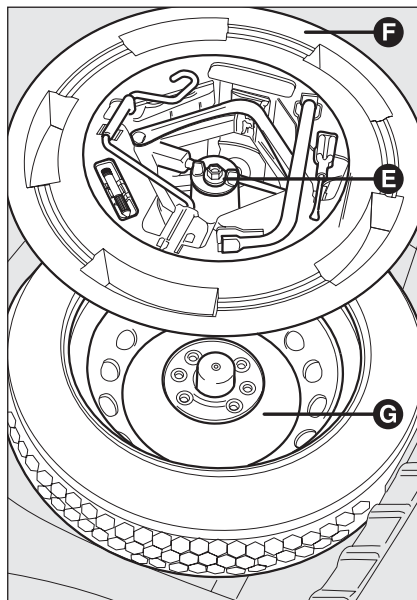

fig. 3
- dévisser le dispositif de blocage **E-fig. 3**;
- pour les versions dotées d'une roue de secours, il faut par contre dévisser le dispositif de blocage **E-fig. 3**, prendre la boîte à outils **F**, la mettre près de la roue à remplacer et ensuite prendre la roue de secours **G**;